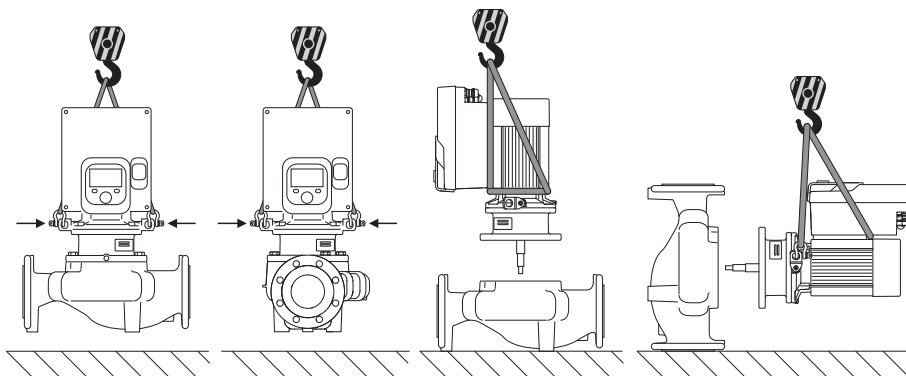

Fig. 6: Sentido de elevação da bomba simples
O transporte da bomba tem de ser efetuado com meios de suporte de carga autorizados (p. ex., bloco de polias, grua, etc.). Os meio de suporte de carga devem ser fixados aos olhais de elevação fornecidos no flange do motor. Se necessário, deslizar os laços de elevação por baixo da placa de adaptação (Fig. 6/7). Proteger a bomba para não tombar.
1. Deixar dois olhais de transporte (Fig. I, pos. 30) no flange do motor.
2. Para proteção, fixar o conjunto de encaixe (Fig. 4) nos olhais de transporte com meios de elevação adequados. Para evitar que a unidade se incline, colocar um laço de cinto à volta do motor e adaptador do módulo eletrónico, como mostra a Fig. 6. Durante a fixação, evitar danos no módulo eletrónico.
3. Desapertar e retirar os parafusos (Fig. I/II/III, pos. 29).